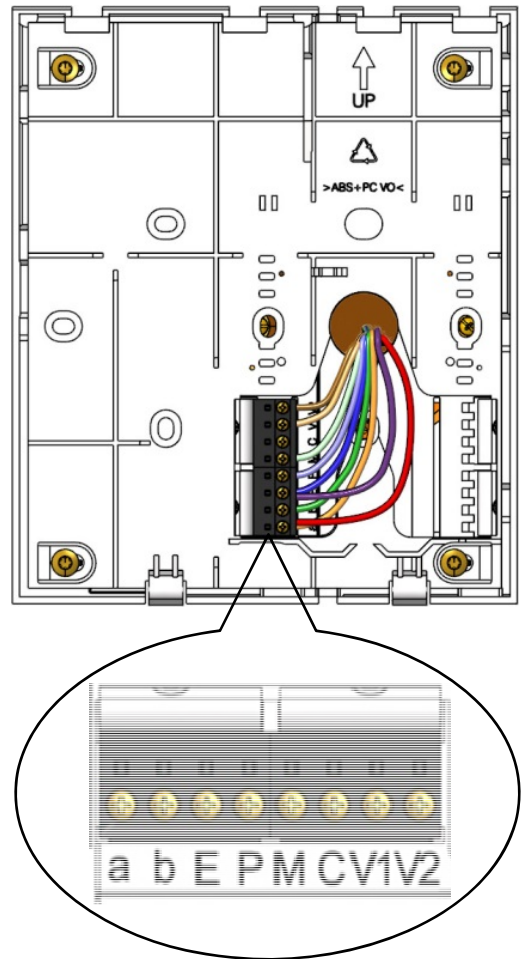

Abb. 3: Leitungen anschließen
- ▶ Schließen Sie die Leitungen (a, b, E, P, M, C, V1, V2) gemäß Beschriftung an (Abb. 3).